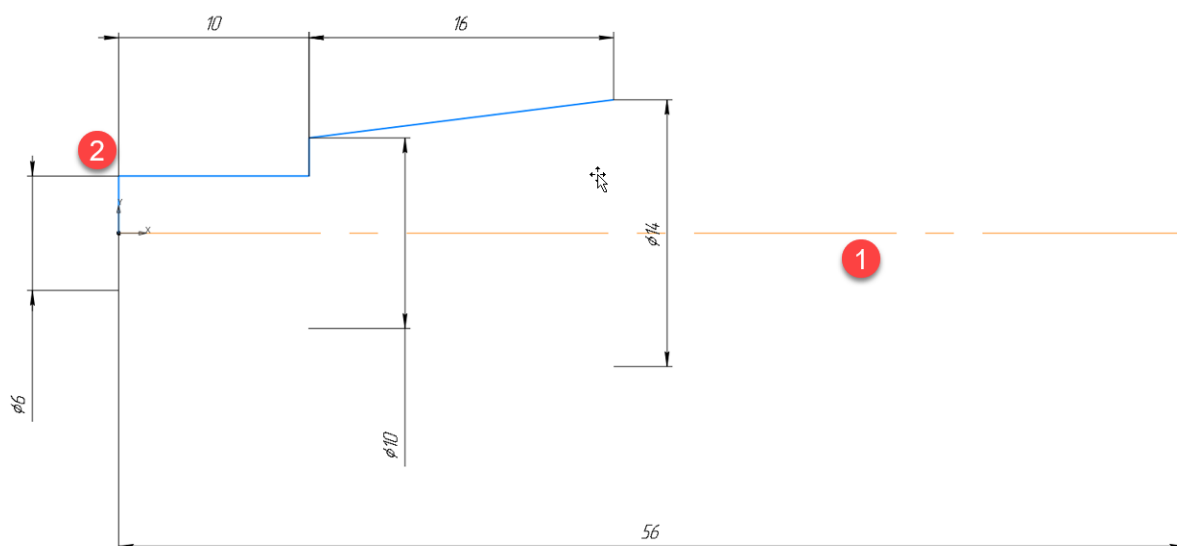

Рис. 48. Первые линии эскиза
Построим несколько отрезков и проставим размеры, как это показано на (рис. 48), для простановки размера диаметра необходимо указать сначала осевую линию (1), затем точку (2).